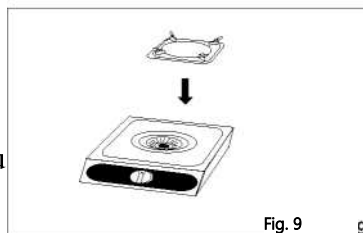

Fig. 9
- Lors du déballage, assurez-vous que toutes les pièces sont présentes. Installez les pièces comme indiqué dans la présente notice (Fig. 9).